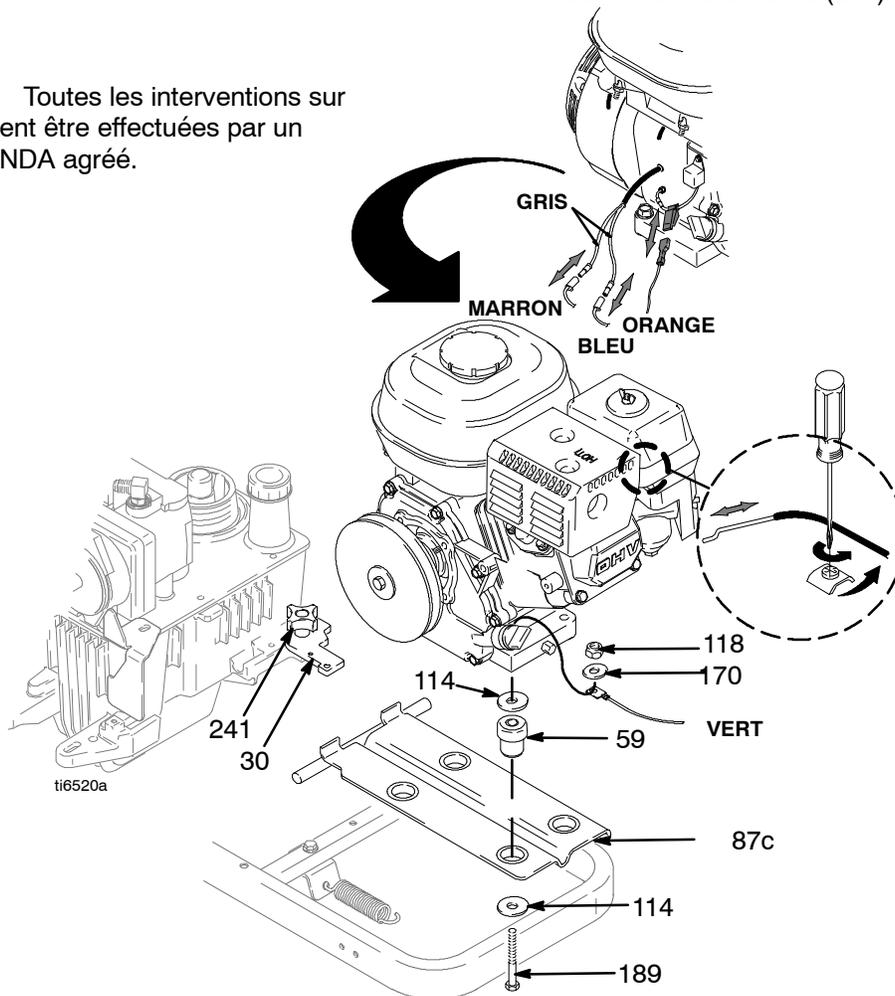

Fig. 6
4. Desserrer la vis (241). Faire pivoter le support (30).
5. Fig. 6. Débrancher les fils bleu, brun et orange du moteur (185).
7. Enlever les quatre vis (189), les rondelles (114) et (170), les écrous (118) et démonter la plaque de support, les amortisseurs (59) et rondelles (114) du moteur.